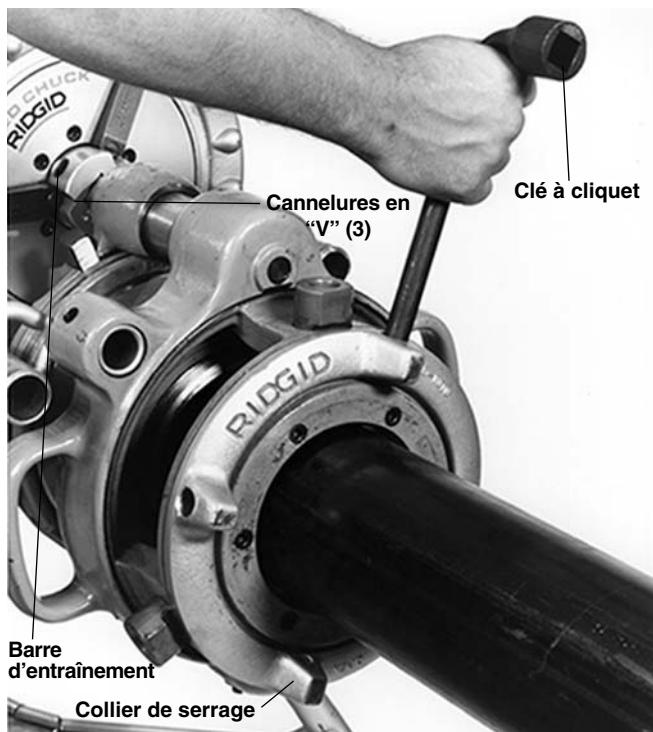

Figure 18 – Serrage du collier de serrage sur la fileteuse démultipliée N° 141 (idem pour la fileteuse N° 161)
7. Introduisez le tuyau dans la fileteuse en centrant son extrémité dans la gorge des filières. Serrez le collier de serrage à l'aide d'une clé à cliquet (*Figure 18*).